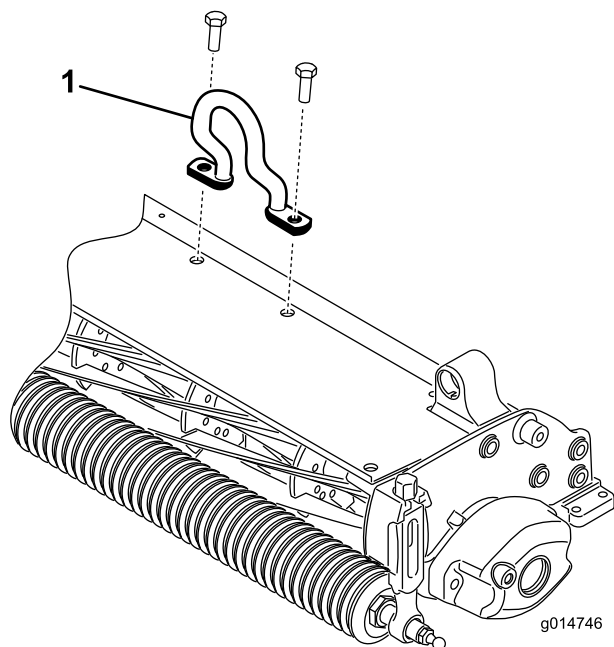

Figura 4
Montate il tirante sfalsato (Figura 4) sulla parte superiore dell'apparato di taglio con (2) viti a testa cilindrica. Serrate le viti a testa cilindrica a una coppia di 34-40 Nm. Il gancio di sollevamento sfalsato deve essere posizionato con la punta del gancio rivolta in avanti.